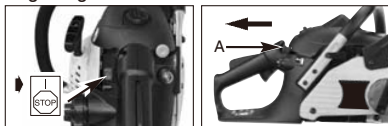

Fig. 8A
1. Stil ON/OFF knappen på "ON". (Fig. 8A)